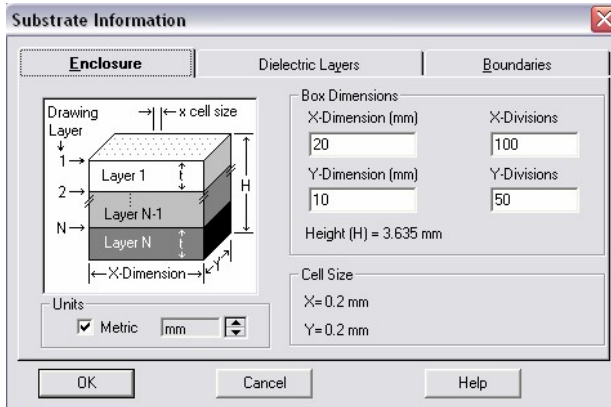

Рис. 10. Задание размеров подложки
- в открывшемся окне есть несколько закладок, значения в которых определяют размеры и параметры материала. На первой закладке (*Box Dimensions*) устанавливаем размеры подложки по длине и ширине (*Dimensions*), а также размеры сетки (*Division*), на которую разбивается подложка при моделировании и анализе (рис. 10). Задавать очень мелкую сетку не следует, т.к. это хоть и увеличивает точность вычислений, однако значительно увеличивает время вычислений независимо от мощности компьютера. Уменьшать размеры сетки имеет смысл при окончательной доводке структуры, когда вся «черновая» работа уже выполнена и определены размеры структуры (в данном случае фильтра);